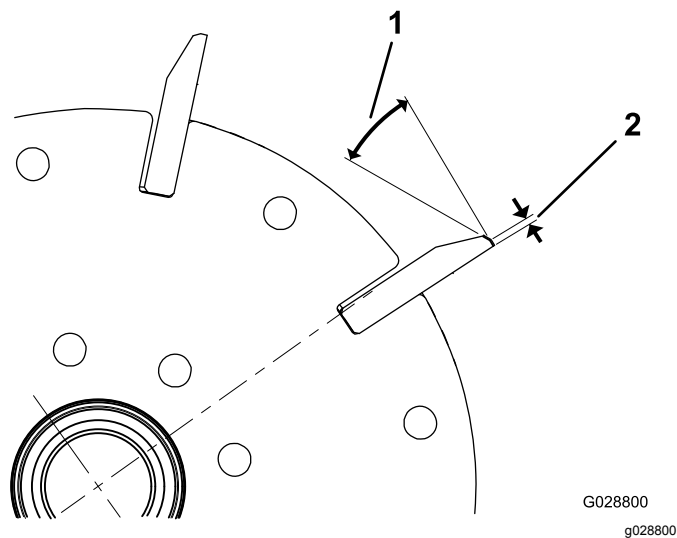
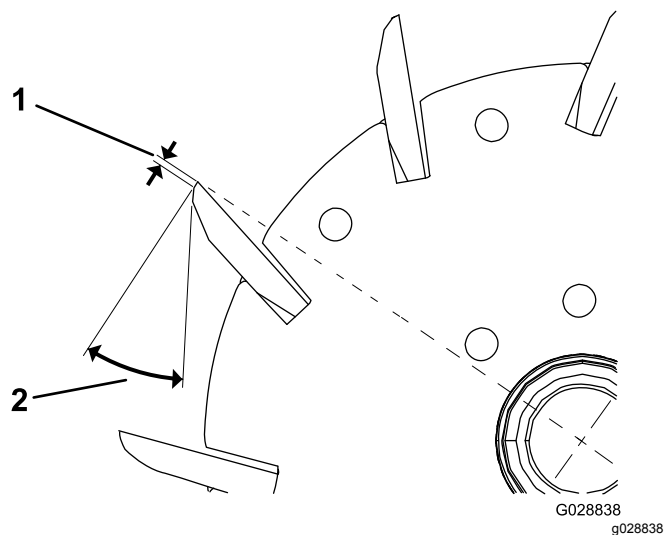

図 23
図 24
1. 全部のリール刃に 30°の角度で2番削りを行って、ランド部の幅を 1.3 mm にしてください 図 23 と 図 24。